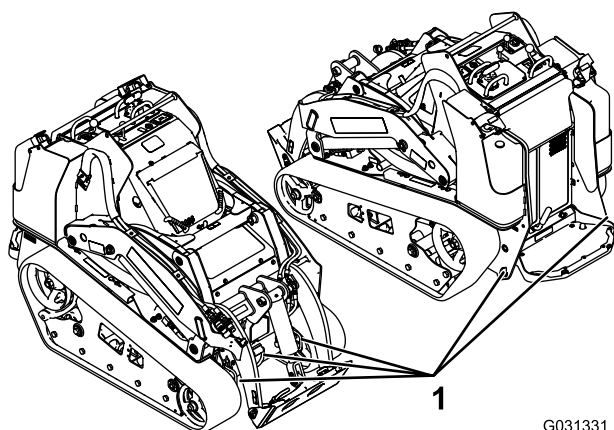

Figura 34
6. Utilizzate gli anelli di ancoraggio in metallo sulla macchina per fissare saldamente la macchina al rimorchio o all'autocarro con fascette, catene, cavi o funi (Figura 34).
La macchina può essere sollevata utilizzando gli anelli di ancoraggio/sollevamento come punti di sollevamento indicati nella Figura 34.